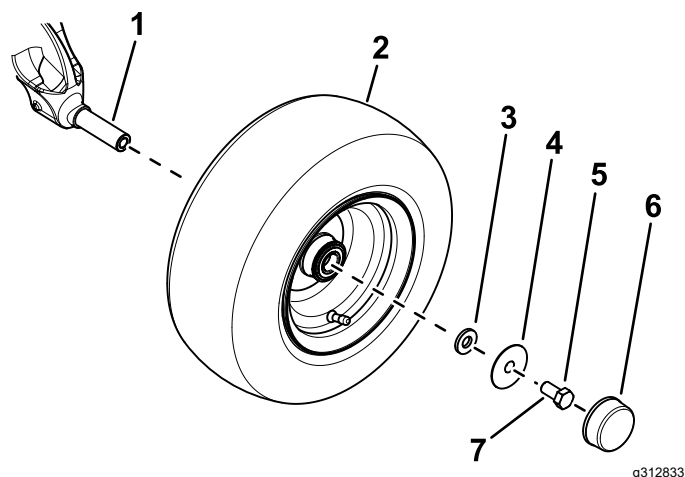

Figura 3
- B. Utilizzate una rondella piccola, una rondella grande, un bullone ($\frac{5}{8}$ " x $1\frac{1}{4}$ "), e fissate la ruota all'albero dell'assale (Figura 3).
D. Montate il coperchietto antipolvere alla ruota (Figura 3).